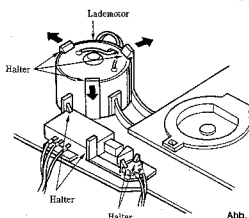

Abb. 5
##### (5) Ausbau des Lademotors und der Schalter (Abb. 5)